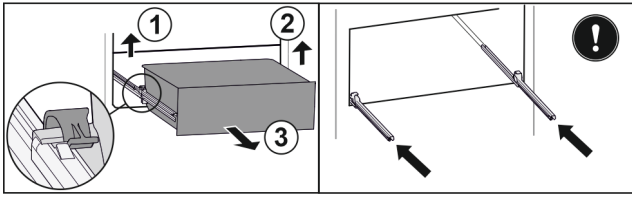

Fig. 165
- ▶ Приподнимите левый зажим и одновременно вытяните движением вперед выдвижной ящик слева. Fig. 165 (1)
- ▶ Приподнимите правый зажим и одновременно вытяните движением вперед выдвижной ящик справа. Fig. 165 (2)
- ▶ Извлеките выдвижной ящик движением вперед. Fig. 165 (3)